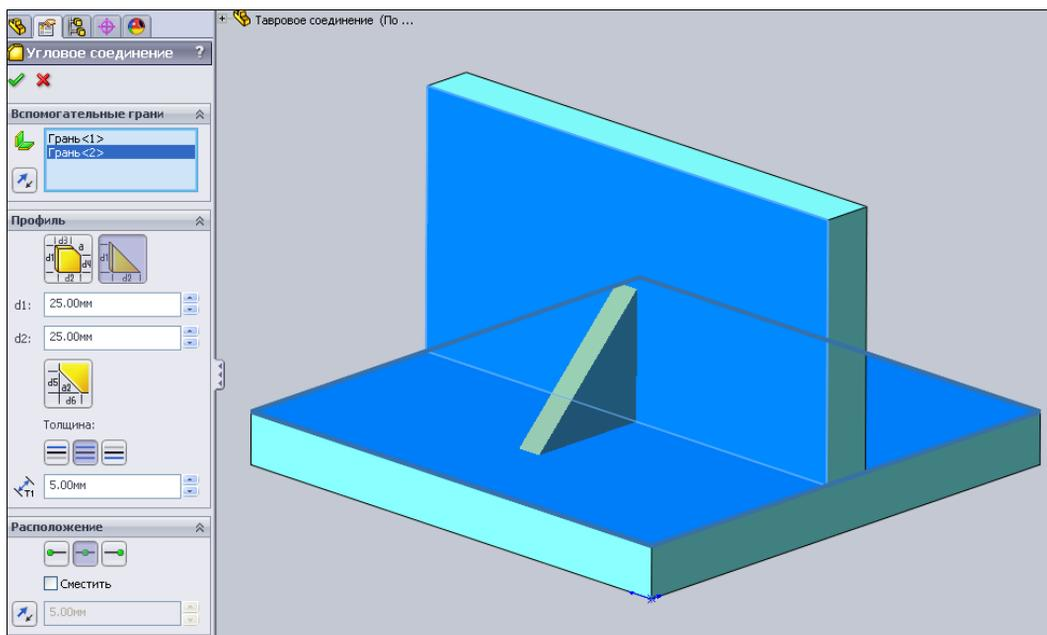
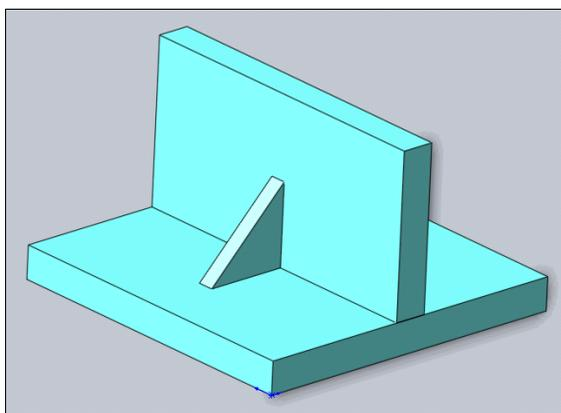

Рис. 5.38
Рис. 5.39
4. На панели инструментов **Сварные детали** вызовите команду  — **Угловое соединение**, которая добавляет элемент углового соединения между двумя плоскими примыкающими гранями. В Менеджере свойств появится диалоговое окно **Угловое соединение** (рис. 5.38). Щелкните мышью в поле **Вспомогательные грани**, а затем выберите их на детали, как показано на рис. 5.38.
определенную величину. Задайте размеры и параметры так, как указано на рис. 5.38, и нажмите кнопку **ОК** . Таким образом, вы получите элемент, показанный на рис. 5.39.